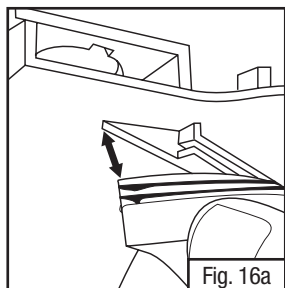
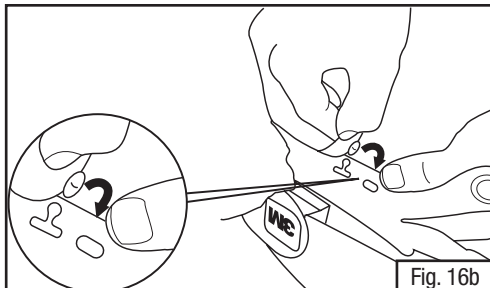

Fig. 16a
Fig. 16b
- Para instalar a vedação da testa, agarre com firmeza a vedação preta e alinhe com o capacete equipamento para a cabeça de acordo com a Fig. 16a. **NOTA:** O lado da vedação com brilho deve estar de frente para você quando instalar a vedação. Pressione a vedação com firmeza para dentro da ranhura em pequenas áreas. As duas nervuras da vedação devem ficar completamente inseridas na ranhura. Segure com firmeza a guia de tecido com o botão e dobre para dentro da carneira. Fixe o botão da vedação da testa na carneira (Fig. 16b).